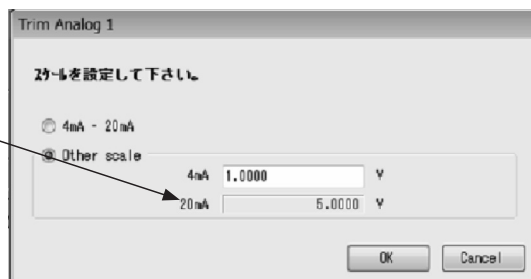

図149
- ⑦ 図145のウィンドウにて「Other scale」を選択した場合、図149のようにその他のスケール入力が可能となります。上段(4mA側)に4mAの出力に相当するアナログ値(ここでは1V)を入力すると、それに対応した値が自動的に下段(20mA側)に入力されます。